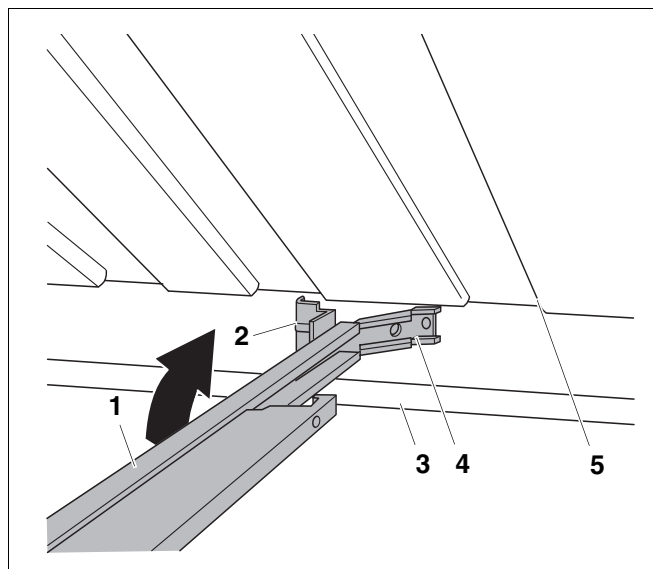

Fig. 4 Colocar y girar el apoyo del colector
Para la protección de la cubierta, antes de colocar y nivelar el apoyo del colector (fig. 4, **pos. 1**), deberá colocar en el suelo una chapa, o similar, suficientemente grande.
Por tanto, al realizar el montaje, la parte inferior angular (fig. 4, **pos. 4**) puede apoyarse sobre la chapa.
- Coloque el apoyo del colector (fig. 4, **pos. 1**, apoyo plegado) centrado e inclinado 90° entre el colector (fig. 4, **pos. 5**) y el tubo largo (fig. 4, **pos. 3**).
- Gire el apoyo del colector (fig. 4, **pos. 1**) de nuevo 90° y tire de él hacia delante, de manera que el soporte inferior del colector (fig. 4, **pos. 2**) encaje en la ranura del colector y la parte inferior angular del perfil guía (fig. 4, **pos. 4**) se apoye sobre el tubo redondo (fig. 4, **pos. 3**).